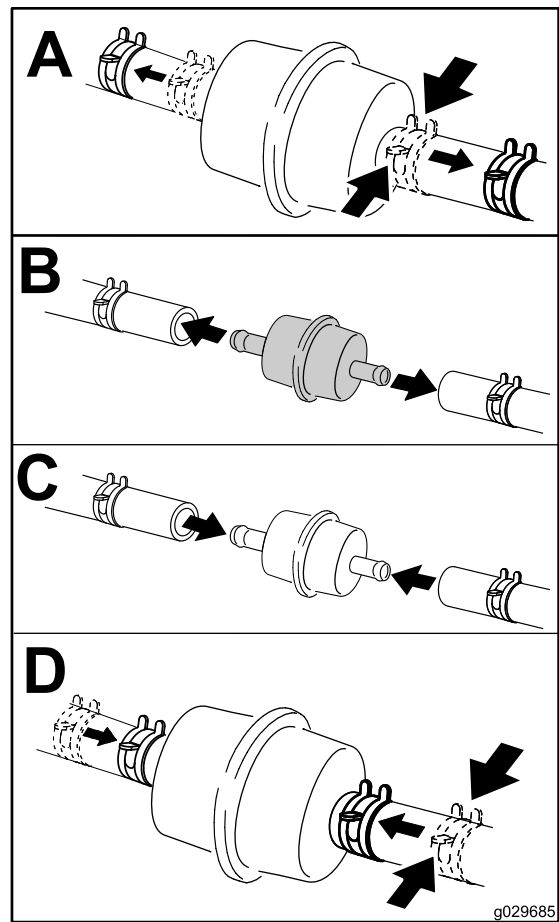

Figura 42
6. Coloque un recipiente limpio debajo del filtro de combustible y sustituya el filtro tal y como se muestra en la Figura 42.